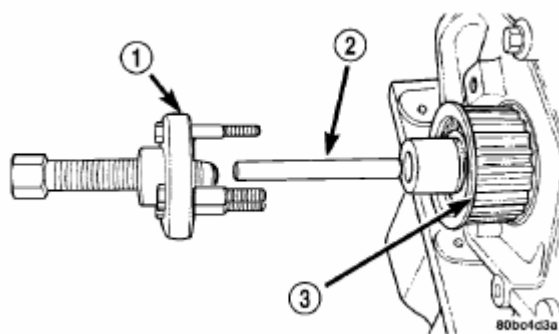

Рис. 82. Звездочка коленчатого вала – снятие.
- (1) Отсоединить минусовый провод АКБ.
- (2) Снять ремень ГРМ
- (3) Снять заднюю крышку ремня ГРМ
- (4) Снять масляный поддон
- (5) Снять звездочку коленчатого вала при помощи спец. приспособлений 6793 и С-4685-С2 (Рис. 82).